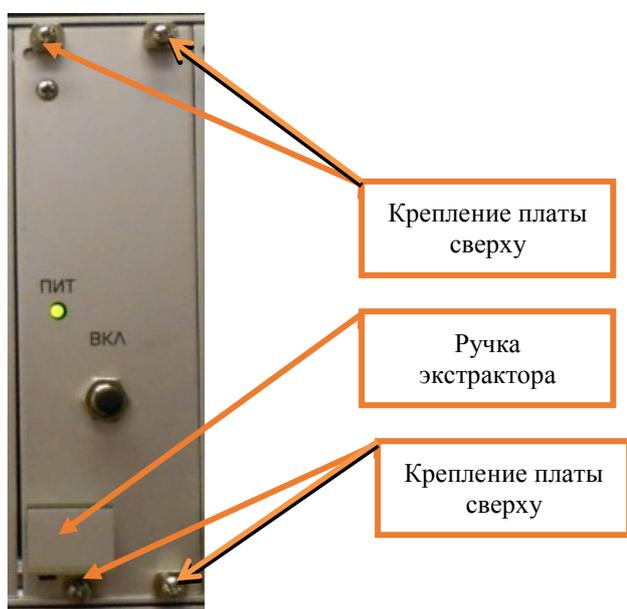

Рисунок 13. Крепление платы ПБО.
7.6.4 Отвернуть с помощью крестовой отвертки невыпадающие винты крепления в верхней и нижней части лицевой панели платы ПБО (Рисунок 13).
7.6.5 Нажать на ручку экстрактора и извлечь заменяемую плату ПБО из каркаса (Рисунок 13).